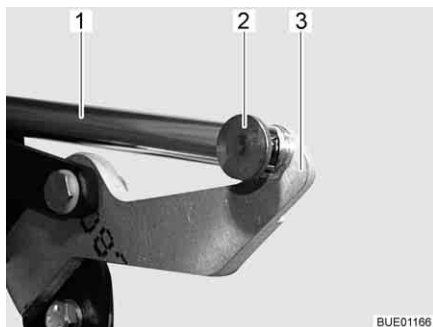

Fig. 132 Entraînement
- Retirer la jonction (par ex. goupille et broche) (Fig. 132,2) entre la tige de poussée (Fig. 132,1) et le levier (Fig. 132,3).